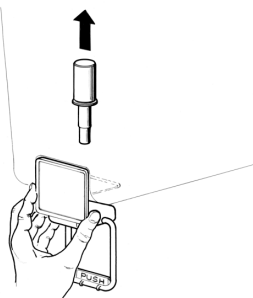

Bild 3
- 5 **Schwerkraftsventil:** den Kolben herausziehen und danach den Betätigungshebel des Ventils abmontieren (Bild 3).